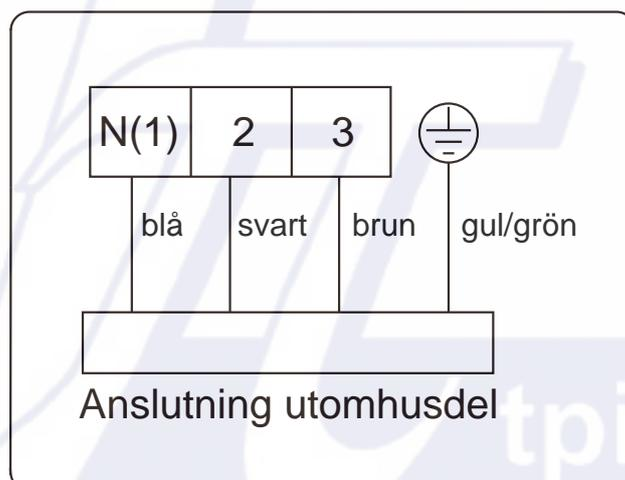

Fig. 38
| ③ . | Anslut inomhusdelen enligt Fig. 38 sid. 29. |